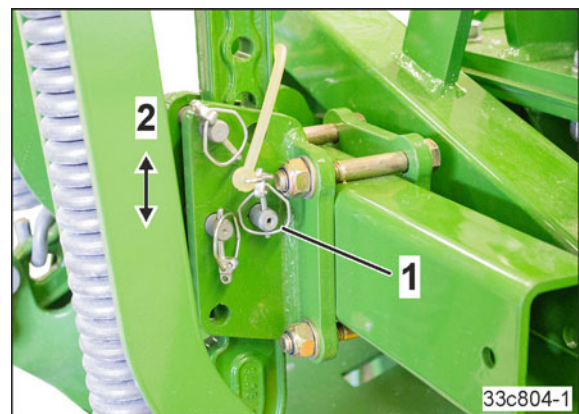

Рис. 148
По вертикали установите следорыхлитель на требуемую рабочую глубину (Рис. 148/2) и зафиксируйте палец (Рис. 148/1) пружинным фиксатором.
Во избежание повреждений запрещается ставить агрегат на следорыхлители. Закрепите следорыхлители за выемку в самом верхнем положении (см. Рис. 148).
1. Снимите шплинт с кольцом (Рис. 148/1)
4. Закрепите следорыхлители за выемку в самом верхнем положении (Рис. 148/2).
5. Заблокируйте фиксирующий палец с помощью шплинта (Рис. 148/1).